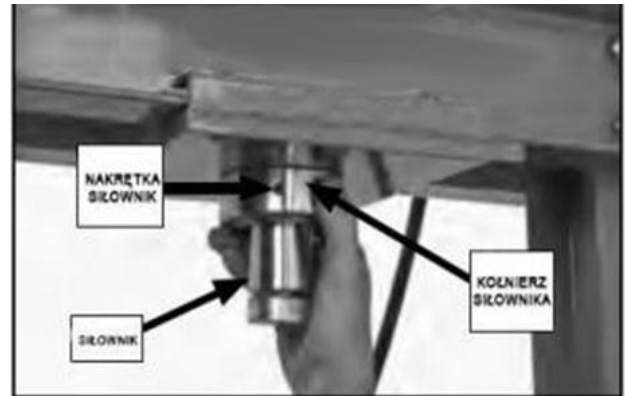

Fig. 3
5. De sus, poziționați actuatorul folosind orificiile din placa superioară și așezați flanșa actuatorului, conform Fig. 3.